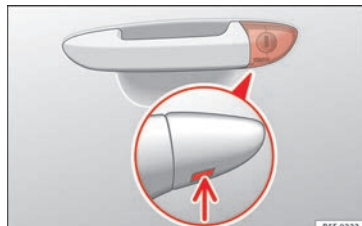

Abb. 3 Fahrertürgriff: verborgener Schließzylinder.
- Den Schlüsselbart am Fahrertürgriff in die untere Öffnung der Abdeckkappe stecken » » Abb. 3 (Pfeil) und die Abdeckkappe von unten nach oben anheben.